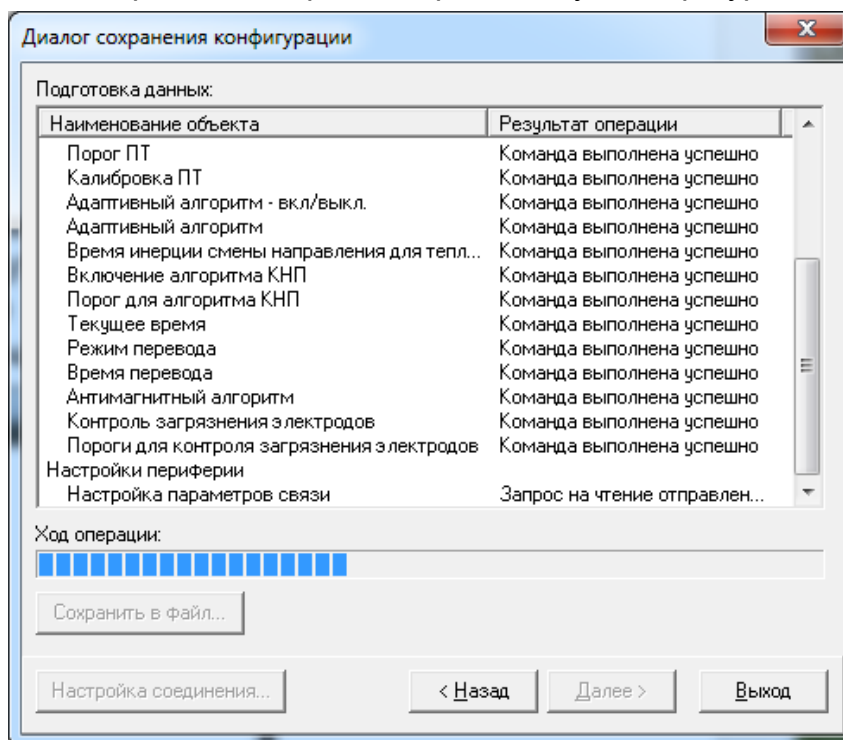

Рис.23. Окно «Диалог сохранения конфигурации» / «Ход операции»
- после окончания считывания всех выбранных параметров станет активной кнопка «**Сохранить в файл**», нажав которую можно ввести имя файла и сохранить прочитанную конфигурацию (рис.23):